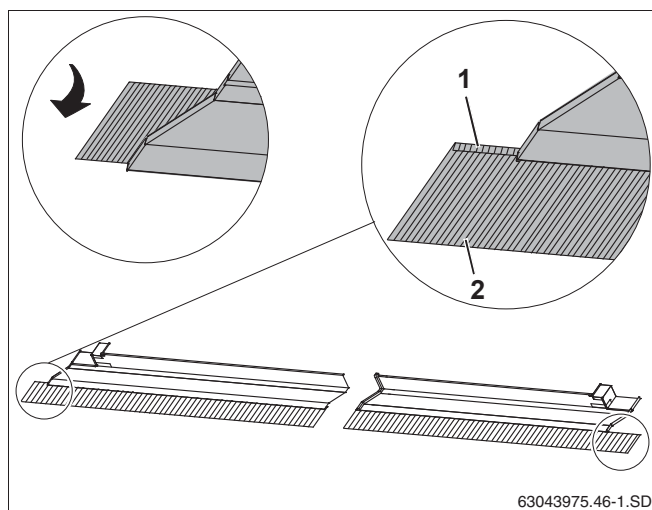

Рис. 43 Укладка свинцовых фартуков
- ▶ Загните вперед свинцовые фартуки всех накладных листов (рис. 43, **поз. 2**).
- ▶ Загните также вперед концы крайних накладных листов вверху (рис. 43, **поз. 1**).